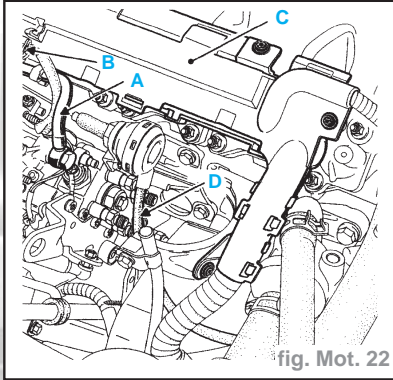

fig. Mot. 22
- le protecteur plastique (G) pour une version avec climatisation (fig. Mot. 22 bis)
- le carter de poulie de pompe (H).
fig. Mot. 22 bis